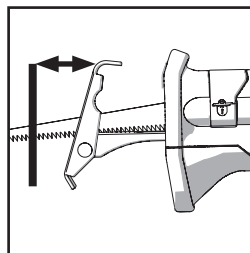

Fig. 3
- Desserrer les deux vis à tête creuse (**Fig. 3**).